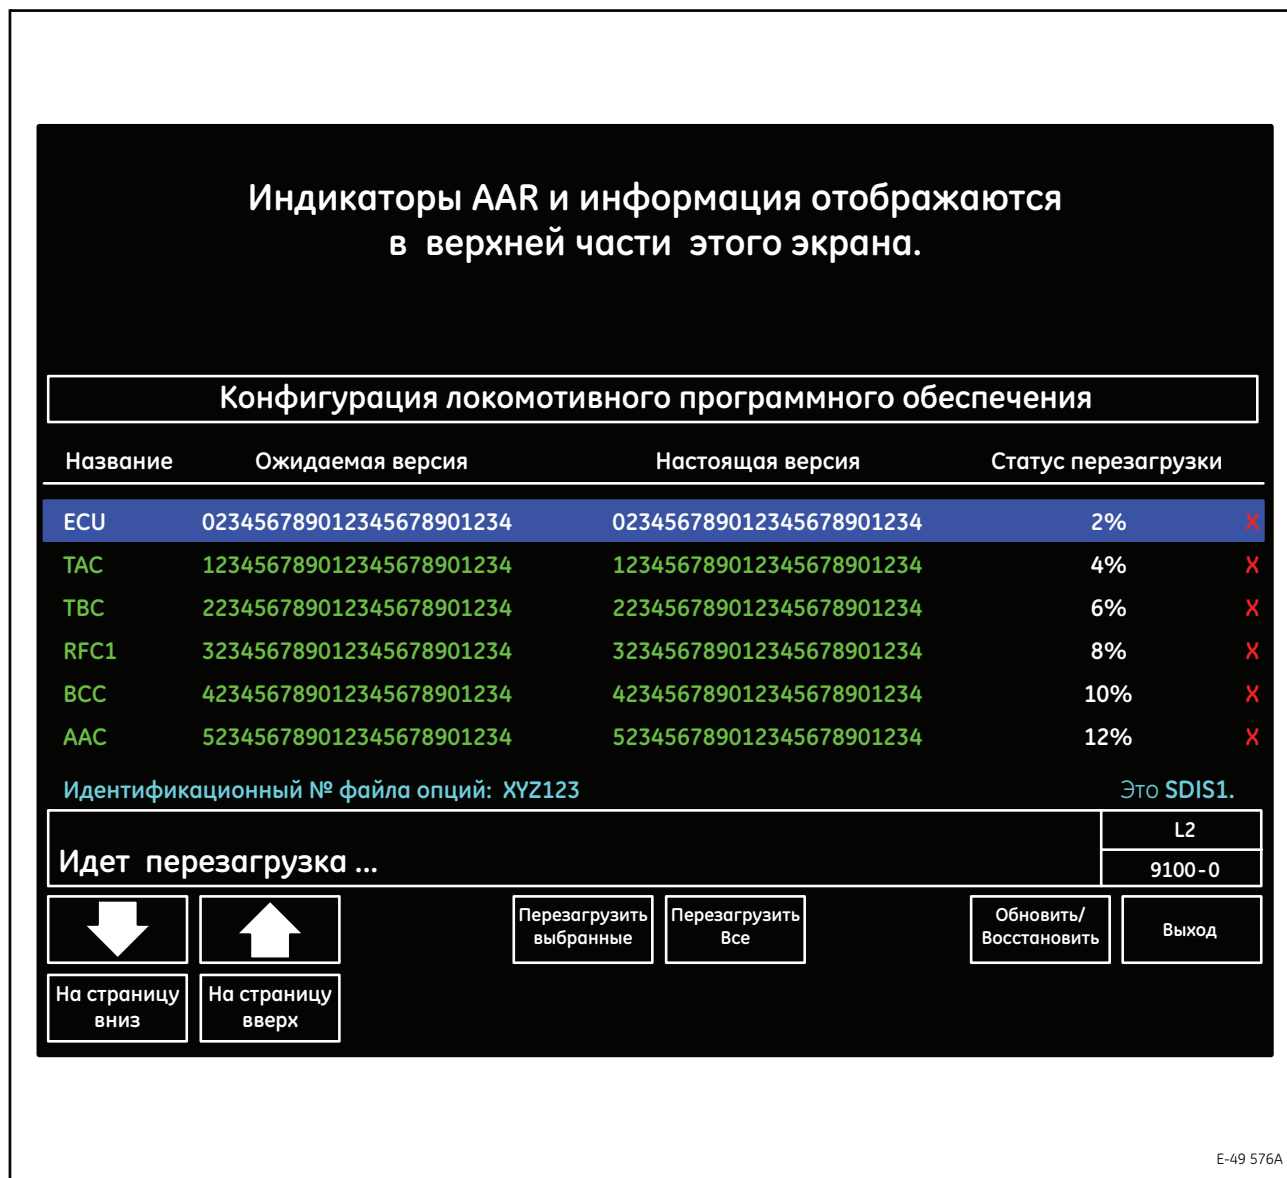
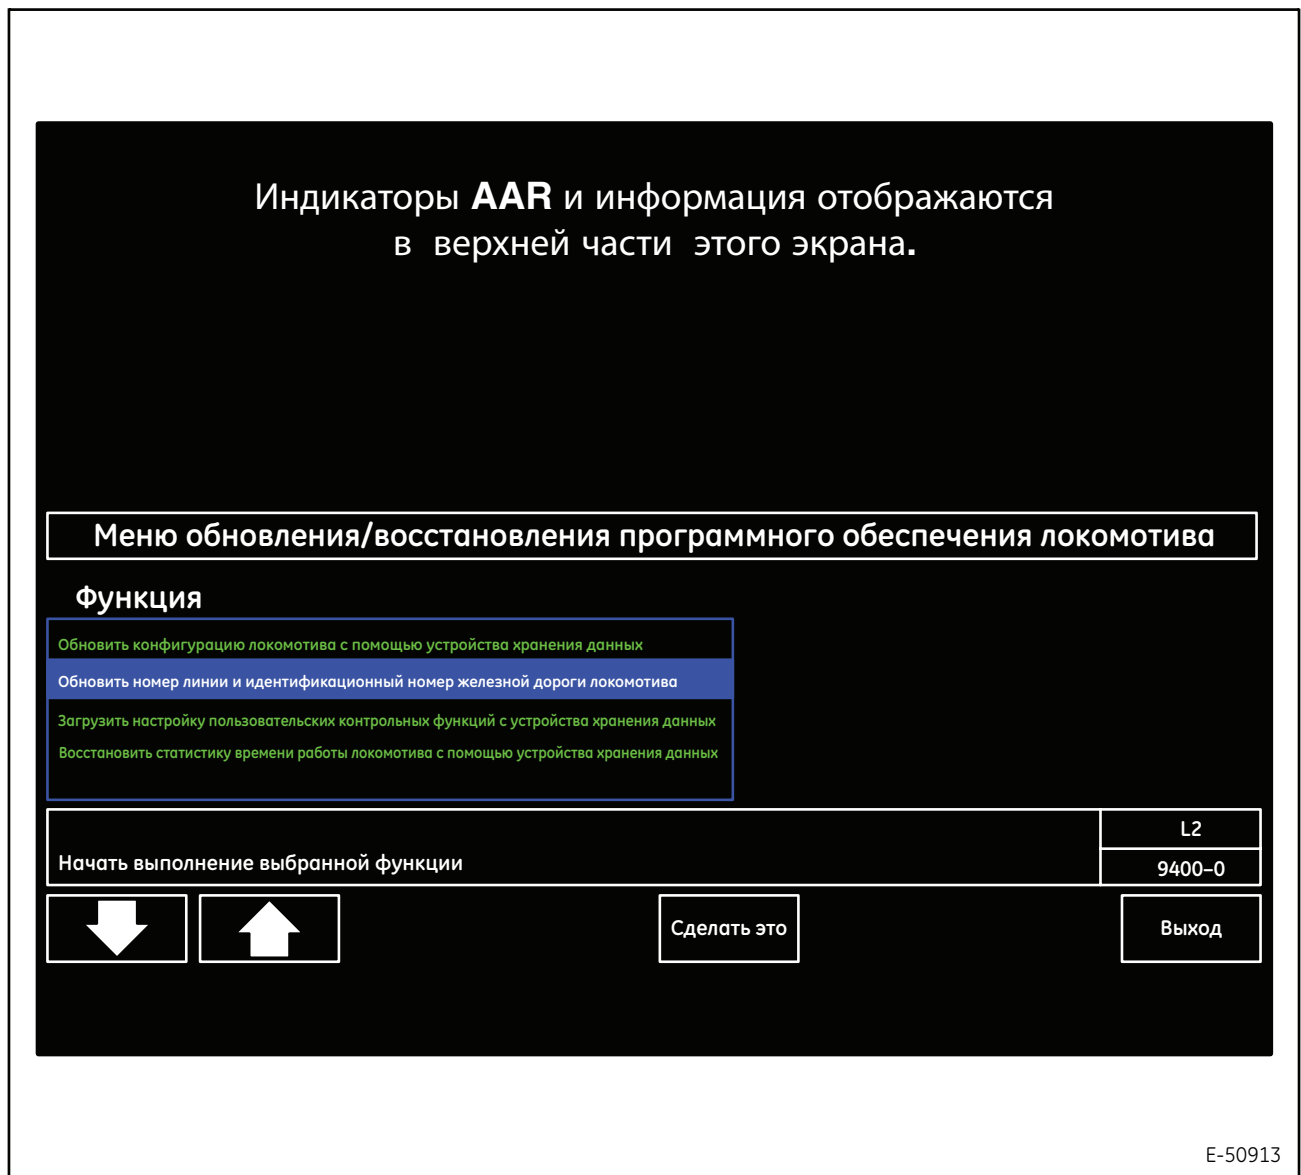

Рисунок 56. Типовой экран конфигурации программного обеспечения локомотива (9100-0)
Рисунок 58. Типовой экран меню обновления/восстановления данных о локомотиве (9400-0)
Экран конфигурации программного обеспечения локомотива (9100-0, Рисунок 56) отображает версии программного обеспечения многих компонентов системы управления локомотива. Кроме того, он позволяет осуществляющему техническое обслуживание персоналу загружать программное обеспечение в различные компоненты системы управления.
Нажмите сенсорную клавишу 3 (**Loco Config**) (Конфигурация локомотива) на экране дополнительных меню главного рабочего экрана (0000-1, Рисунок 3), чтобы отобразить экран конфигурации программного обеспечения локомотива (9100-0, Рисунок 56). Выполняя эту операцию, соблюдайте *процедуры эксплуатации железной дороги*. Активные сенсорные клавиши и краткое описание их назначения:
- b. Сенсорная клавиша F8 (**Cancel**) (Отмена) - инициирует возврат к экрану конфигурации программного обеспечения локомотива (9100-0, Рисунок 56) без выполнения операции перезагрузки.
5. Сенсорная клавиша F7 (**Update/Restore**) (Обновить/Восстановить) - отображает экран меню обновления/восстановления программного обеспечения локомотива (9400-0, Рисунок 58).
Экран меню обновления/восстановления данных о локомотиве (9400-0, Рисунок 58) отображает список доступных функций:
Нажмите сенсорную клавишу 3 (**Loco Config**) (Конфигурация локомотива) на экране дополнительных меню главного рабочего экрана (0000–1, Рисунок 3), чтобы отобразить экран конфигурации программного обеспечения локомотива (9100–0, Рисунок 56), затем нажмите сенсорную клавишу F7 (**Update/Restore**) (Обновить/восстановить), чтобы отобразить экран меню обновления/восстановления данных о локомотиве (9400–0, Рисунок 58). Выполняя эту операцию, соблюдайте *процедуры эксплуатации железной дороги*. Активные сенсорные клавиши и краткое описание их назначения:
3. Сенсорная клавиша F5 (**Do It**) (Сделать это) - инициирует функцию экрана, выделенную на экране меню обновления/восстановления данных о локомотиве (9400-0, Рисунок 58).
4. Сенсорная клавиша F8 (**Exit**) (Выход) - инициирует возврат к экрану конфигурации программного обеспечения локомотива (9100-0, Рисунок 56).
2. Сенсорная клавиша F8 (**Exit**) (Выход) - инициирует возврат к экрану меню обновления/восстановления данных о локомотиве (9400-0, Рисунок 58).
4. Сенсорная клавиша F8 (**Exit**) (Выход) - инициирует возврат к экрану меню обновления/восстановления данных о локомотиве (9400-0, Рисунок 58).
1. Сенсорная клавиша F8 (**Exit**) (Выход) - инициирует возврат к экрану меню обновления/восстановления данных о локомотиве (9400-0, Рисунок 58).
3. Сенсорная клавиша F8 (**Exit**) (Выход) - инициирует возврат к экрану меню обновления/восстановления данных о локомотиве (9400-0, Рисунок 58).